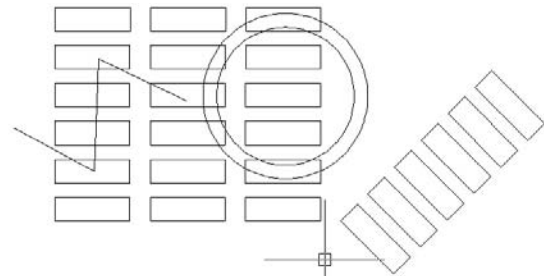

Figure 3.115
2. Après avoir indiqué le point de base et validé, précisez l'angle de rotation (ici, -45°) puis validez de nouveau (voir Figure 3.115).